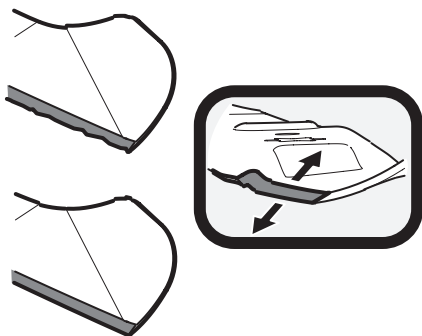

Figure 51
1. Pour aiguiser correctement les lames de coupe, aiguisiez les deux tranchants des lames de façon égale, parallèlement à la voile, à un angle de 25° à 30°. Aiguissez toujours chaque lame de coupe de façon égale pour assurer l'équilibre des lames (Figure 51).